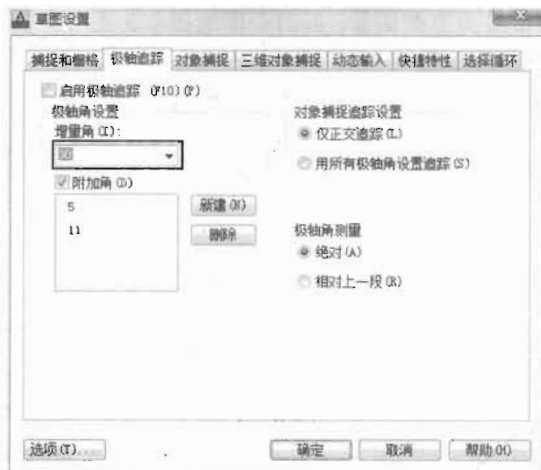

图 4-194
(4) 打开草图设置, 将增量角设置为 30° , 具体设置如图 4-194 所示。